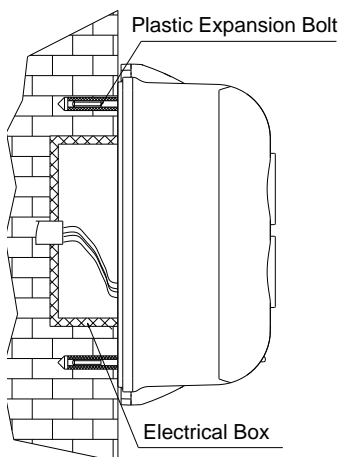

Fig. 9
(1) Montaggio con canalina ad incasso.
- e. Fissare saldamente a muro con le viti e rondelle a corredo. Vedi fig. 9.